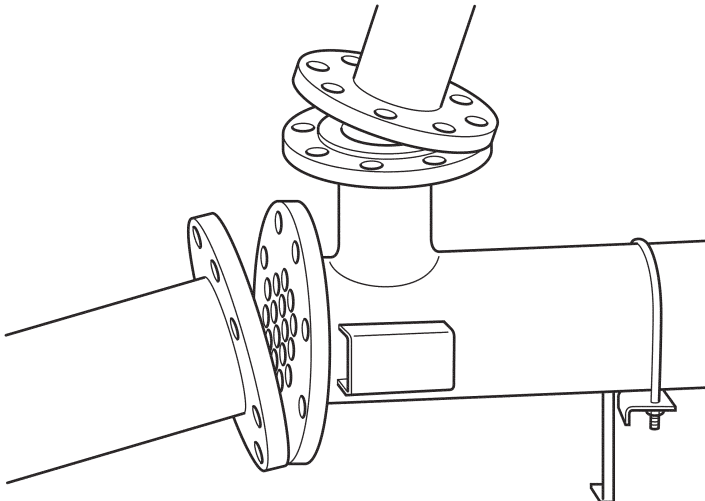

Fig. 7
4.8 Assicurarsi che lo scambiatore sia posizionato in modo che tutti gli attacchi siano perfettamente allineati alle rispettive tubazioni di connessione (Fig. 7).